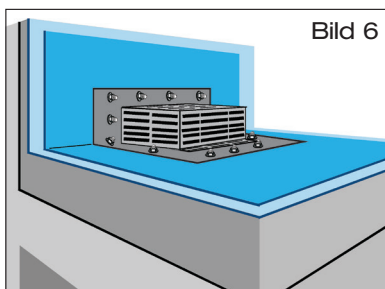

Bild 6
1.6 Sieb mit beiliegenden Befestigungsmaterialien verschrauben (Bild 6).